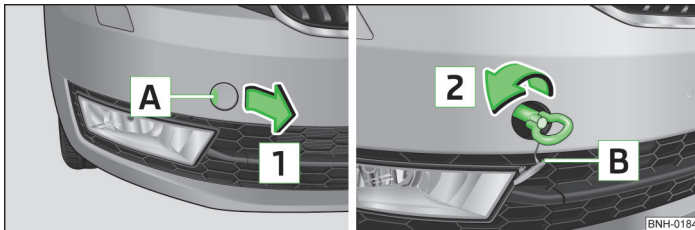

Abb. 155 Vorderer Stoßfänger: Ausbau der Abdeckkappe / Einbau der Abschleppöse
- Auf die Abdeckkappe im Bereich **A** » Abb. 155 drücken.
- Die Abschleppöse von Hand in Pfeilrichtung **2** » Abb. 155 bis zum Anschlag einschrauben » .